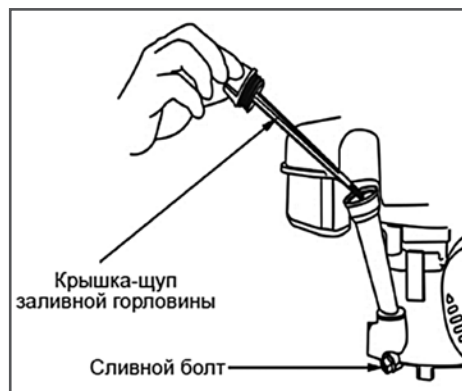

Рис. 18 Замена моторного масла
3. Извлеките крышку-щуп (Рис. 18) из маслозаливной горловины.
4. Открутите сливной болт (Рис. 18) и слейте отработанное масло в подготовленную для этого емкость.